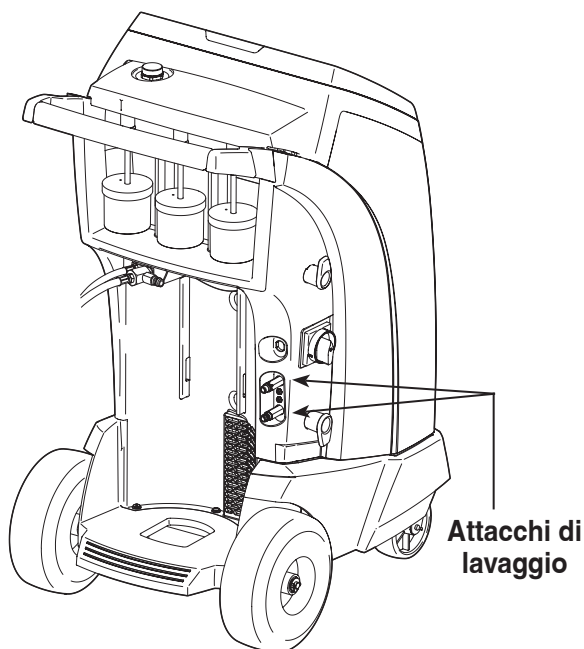

Figura 8
1. Collegare i tubi di servizio ai raccordi di lavaggio della macchina (come illustrato nella Figura 8).